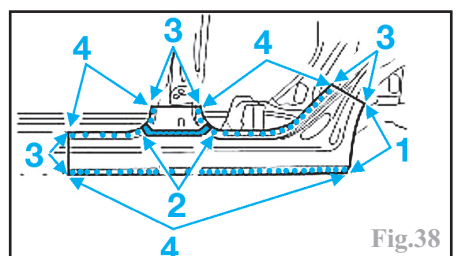

Fig.38
Appliquer de la colle bicomposant pour métal sur le bord rabattu (1), de la colle monocomposant sur l'élément (2) insonorisant (NVH), souder en cordon continu (3) sous protection gazeuse et par résistance (4) par points (Fig.38)